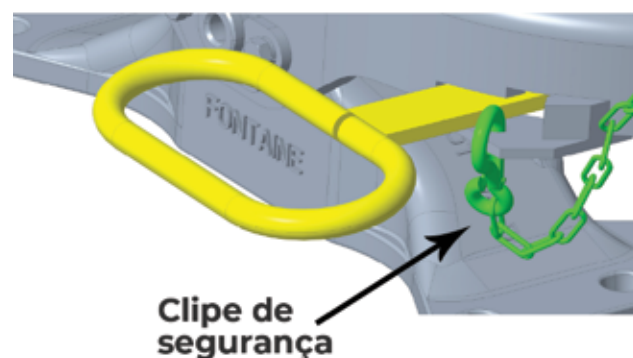

FIG.6
A Quinta Roda está corretamente fechada quando o rebaixo interno da alavanca está escondido dentro da Quinta Roda e assim a presilha de segurança pode ser inserida no furo (ver Fig. 6).
Se a alavanca não fechar totalmente sozinha (ver Fig. 6), deverá ser repetido todo o procedimento de acoplamento.
A não verificação de que a alavanca está corretamente fechada e com o clipe de segurança montado no furo (ver Fig. 6), antes da execução do teste de tração, pode danificar a Quinta Roda.
2.6 Coloque o clipe de segurança no furo indicado a fim de assegurar o travamento da alavanca (ver Fig. 6).